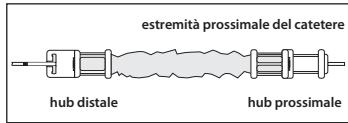

Figura 4
- ◊ Inserire la punta del catetere prescelto attraverso l'estremità prossimale del sistema di protezione anti-contaminazione per catetere. Far avanzare il catetere nella cannula e nell'hub sull'altra estremità (vedere Figura 4).